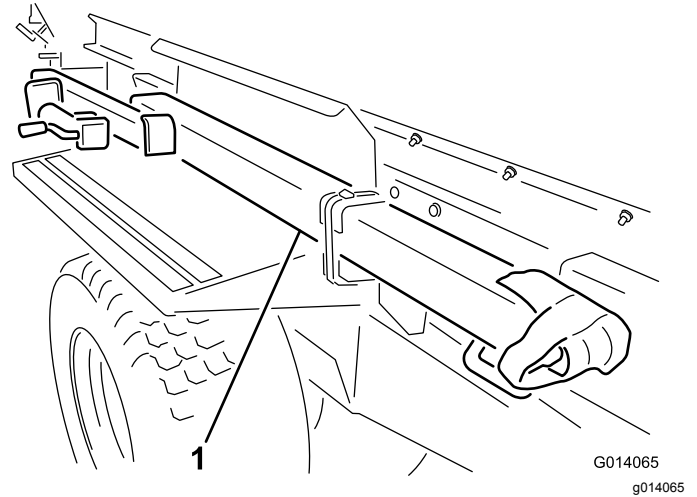

Bild 3
- Schneiden Sie beide Gurte durch, mit denen die Anbauvorrichtung am Kotflügel befestigt ist, um die Anbauvorrichtung aus der Versandstellung zu nehmen (**Bild 3**). Nehmen Sie die zwei Befestigungshalterungen vom Kotflügel ab und werfen Sie sie weg.